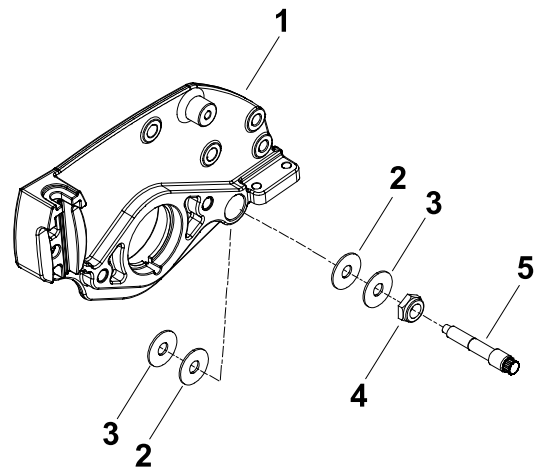

Figure 13
7. Glissez une rondelle métallique puis une rondelle en plastique sur chaque boulon de pivot de la barre d'appui (Figure 13).
8. Insérez une rondelle métallique et une rondelle en plastique entre la barre d'appui et chaque plaque latérale du plateau de coupe (Figure 13).
9. Installez les ensembles boulon de pivot de la barre d'appui (Figure 13).